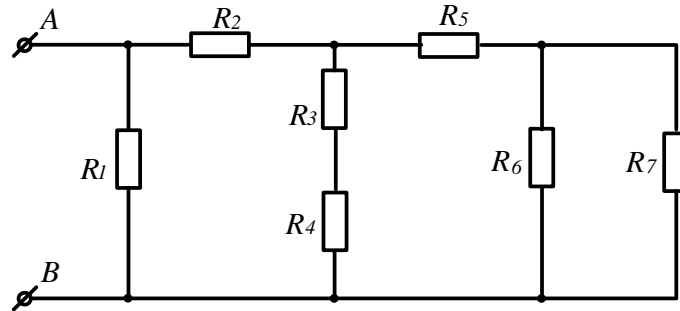

Рисунок 6
**Задача 1.** Определить эквивалентное сопротивление цепи (рис.6) между зажимами АВ, если  $R_1=R_2=15\text{Ом}$ ,  $R_3=R_6=20\text{Ом}$ ,  $R_4=R_5=17,5\text{Ом}$ ,  $R_7=12\text{Ом}$ .